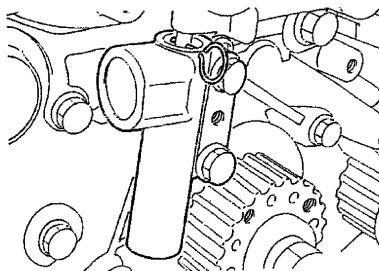

图 4-56 安装自动张紧器
6) 将自动张紧器安装在前盖上，用规定力矩拧紧螺栓，如图 4-56 所示。